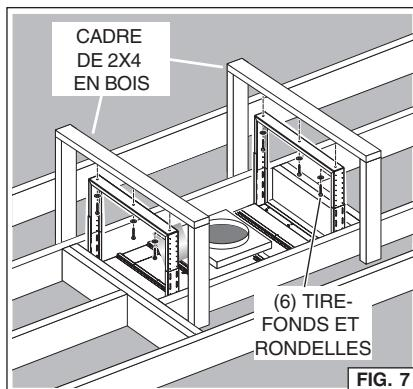

FIG. 7
2. Fixez chaque cadre de soutien de la hotte à la charpente de bois à l'aide des (6) tire-fonds de 6 x 70 mm et rondelles fournis. Fig. 7.